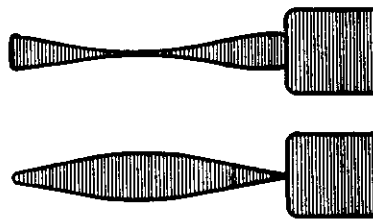

Abb. 2-23 Unzulässige Varianten der FM-Amplitude
4. Ergeben sich FM-Wellenformen entsprechend Abb. 2-23, so ist eine Einstellung erforderlich.